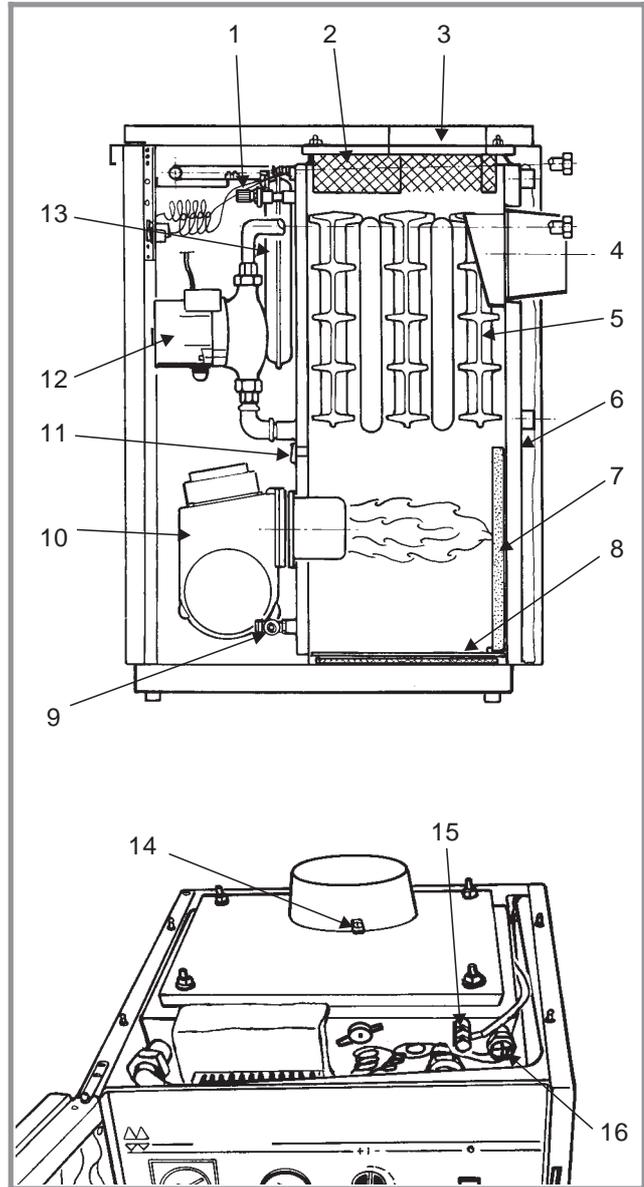

Figure 3
- Purger le corps de chauffe (fig. 3, # 15).
- Contrôler l'implantation des 3 turbulateurs (fig. 3, # 5).